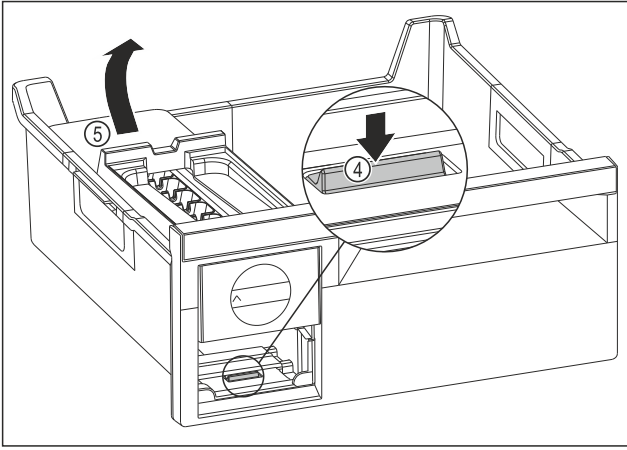

Fig. 78
- ▶ EasyTwist-Ice gövdesini çıkarın: Kulağı Fig. 78 (4) parmağınızla aşağı bastırın ve aynı anda diğer elinizle EasyTwist-Ice gövdesini Fig. 78 (5) arkadan kaldırın.